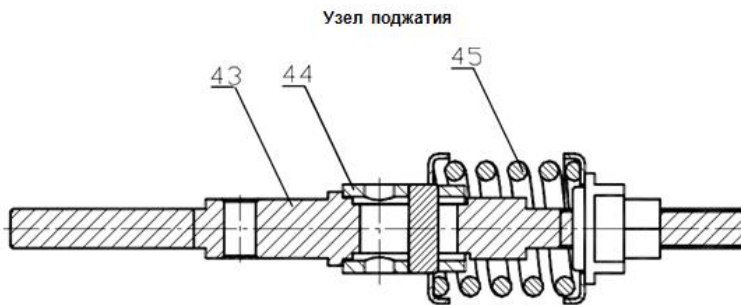

Рис.4
2.3.3.4. Узел отключения 7 (рис.1а) на раме 2 (рис.1) снимаются и устанавливаются при снятой оси, соединяющей с узлом поджатия 8 (рис.1а), тяги 43 (рис.4)..
2.3.3.6. Узел поджатия 8 (рис.1а) собран на тяге 43 (рис.4). Конструкция узла поджатия обеспечивает сборку и регулировку усилия поджатия для контактов камеры КДВ без специальных приспособлений.